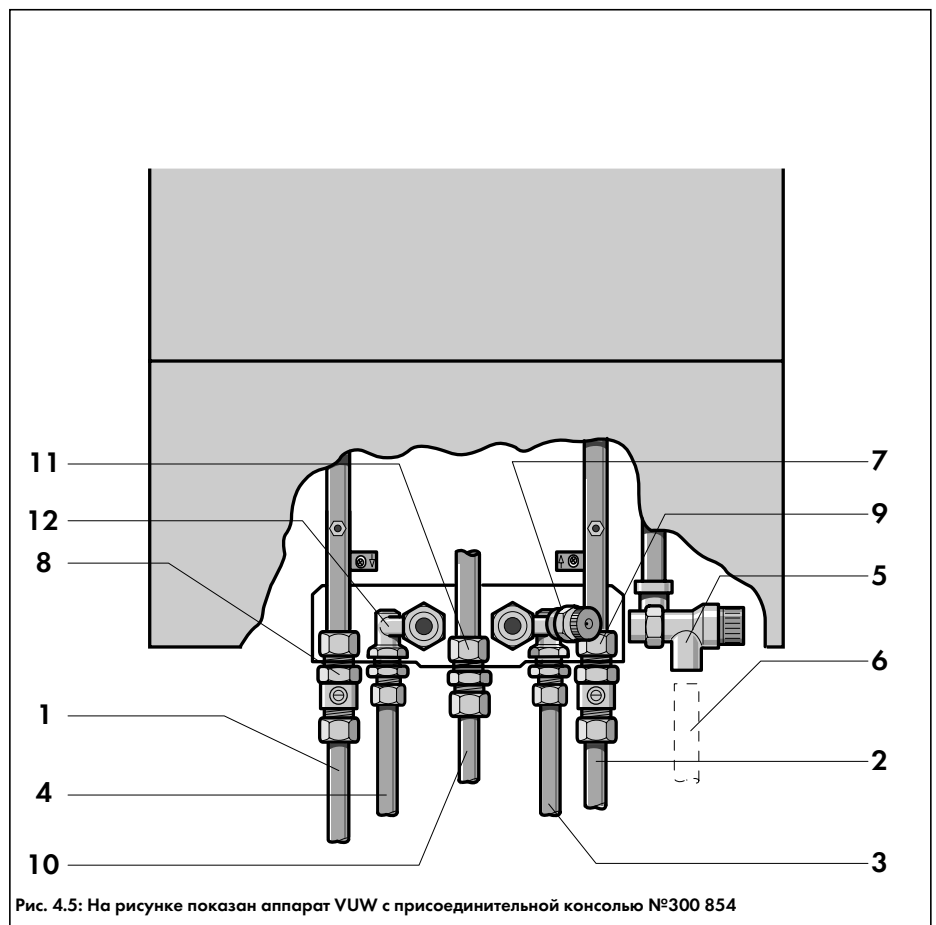

Рис. 4.5: На рисунке показан аппарат VUW с присоединительной консолью №300 854
4.5.1 Подсоединения трубопроводов к консоли (рис. 4.5 и 4.6)